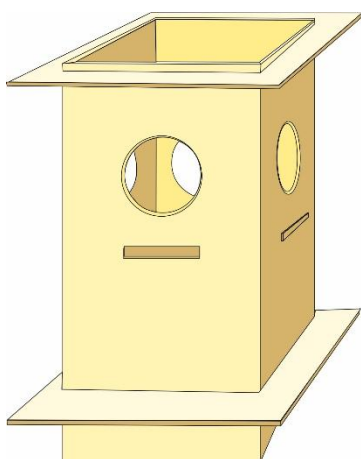
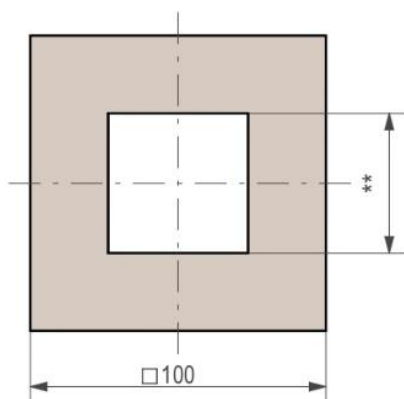

Рисунок 1. Вариант образца модели «Садового кашпо-кормушки»
Рисунок 2. Квадратная шайба
**Техническое задание:** Необходимо спроектировать и изготовить «Садового кашпо-кормушки (модель)» (См. вариант образца на Рис.1). Изделие состоит из двух квадратных шайб (см.Рис.2), короба со срединной полочкой (см.Рис.3-5).